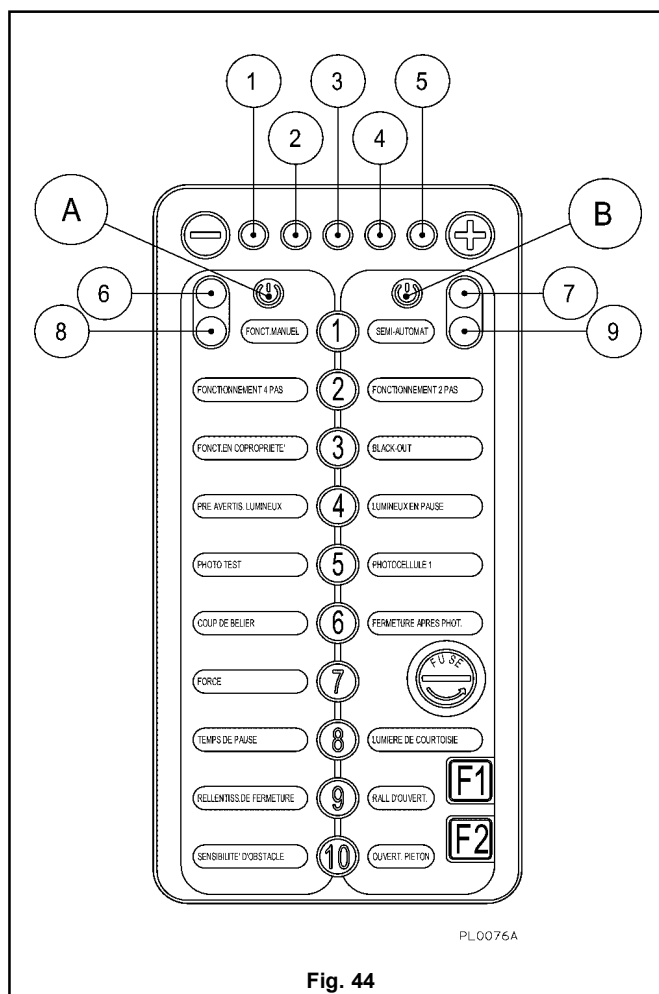

Fig. 44
**Note:** En cas d'alimentation de l'unité, la fin de course de fermeture est détectée grâce à une lumière fixe du signal lumineux rouge <OFF> placée à gauche (8 fig. 44), tandis que la fin de course d'ouverture est indiquée par une lumière fixe du signal lumineux rouge <OFF> situé à droite (9 fig. 44).
Le clavier (fig. 44) au niveau de l'unité de contrôle permet de définir les paramètres de toutes les fonctions nécessaires à la mise en marche sûre et contrôlée du système automatisé.
- La sélection du clavier de droite ou de gauche se fait en appuyant sur une des deux touches portant le symbole de l'interrupteur: la touche **A** (fig. 44) active le **<CLAVIER DE GAUCHE>**, la touche **B** (fig. 44) permet de sélectionner le **<CLAVIER DE DROITE>**.
- Lorsque le clavier a été sélectionné, les signaux lumineux rouges (8 et 9 fig. 44) et verts (6 et 7 fig. 44) clignotent alternativement. Il est possible de programmer les paramètres correspondants à l'aide des touches de 1 à 10.
- La série de Leds rouges horizontale (de 1 à 5 fig. 44) indique la valeur programmée pour le paramètre concerné : plus le nombre de Led allumées est élevé, plus la valeur du paramètre est élevée. Elles servent aussi à signaler l'état d'un certain nombre de paramètres.
- Les Leds latéraux rouges (8 et 9 fig. 44) indiquent un état des paramètres qui n'ont pas été programmés s'ils clignotent, tandis qu'ils indiquent la détection du signal de fin de course (droit ou gauche) lorsqu'ils sont allumés (lumière rouge fixe).
- Les Leds latéraux verts (6 et 7 fig. 44) indiquent un état des paramètres programmés ou le bon fonctionnement suivant le clavier sélectionné.
- Lorsque le led 2 de la fig. 44 1 s'allume, la mise en marche est correcte ; relâcher les touches.**
- Vérifier que les 2 leds rouges <OFF> (8 et 9 fig. 44) clignotent et que 4 des 8 leds latéraux est fixe (fig. 44):
- Sélectionner la commande de fermeture (bouton "FERMETURE" ou "PAS A PAS") en conservant la touche enfoncée (contact continu) jusqu'à la fin de course de fermeture; cette fin de course de fermeture est indiquée par une lumière fixe du led rouge <OFF> situé à gauche (8 fig. 44),
- Sélectionner la commande d'ouverture (bouton "OUVERTURE" ou "PAS A PAS") en la gardant active jusqu'à la fin de course d'ouverture; cette fin de course d'ouverture est indiquée par une lumière fixe du led rouge <OFF> situé à droite (9 fig. 44).
- Vérifier que les leds verts (6 et 7 fig. 44) clignotent en indiquant qu'une valeur de la vitesse a été enregistrée.
- Vérifier que le signal lumineux 8 ou 9 du clavier (fig. 44) signale que la fin de course a été atteinte grâce à une lumière fixée à l'ouverture et à la fermeture.